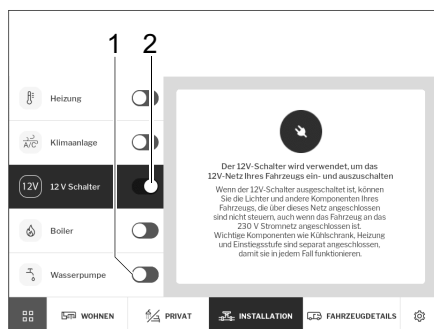

Fig. 277 12 V e pompa idrica
- Accendere o spegnere la rete a 12 V del veicolo con l'interruttore a scorrimento (Fig. 277,2). Viene visualizzata una segnalazione che indica le utenze interessate.
- Accendere o spegnere la pompa idrica con l'interruttore a scorrimento (Fig. 277,1). Vedi anche il capitolo 9.14.5.